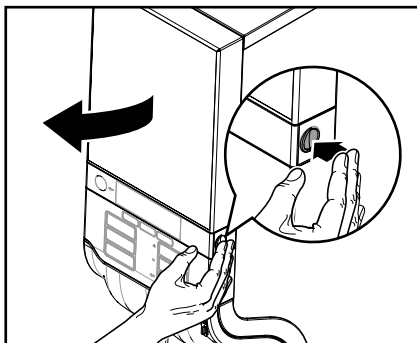

Bild 21
1. Öppna apparatluckan (bild 21).